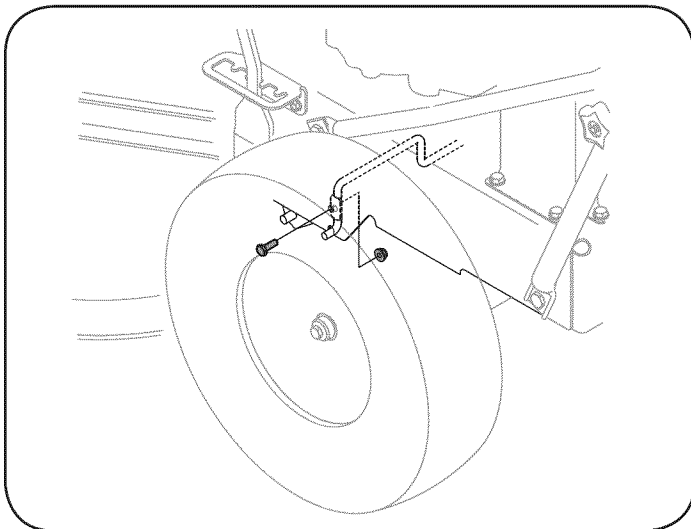

Figura 23
4. Afloje el perno y la tuerca que sujetan la varilla del guardacorrea al bastidor, Figura 23.